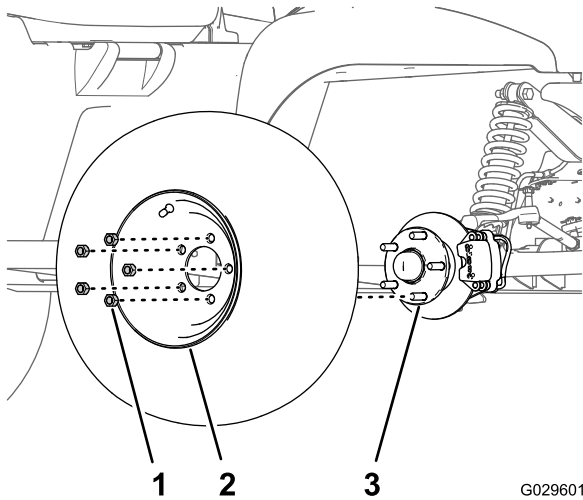

Figure 30
2. Retirez les 5 écrous de roue qui fixent la roue au moyeu (Figure 30).
- Alignez les trous dans la roue et les goujons du moyeu puis montez la roue sur le moyeu en plaçant la valve à l'extérieur (Figure 30).
- Fixez la roue sur le moyeu avec les écrous de roue (Figure 30), et serrez les écrous à un couple de 108 à 122 N·m.